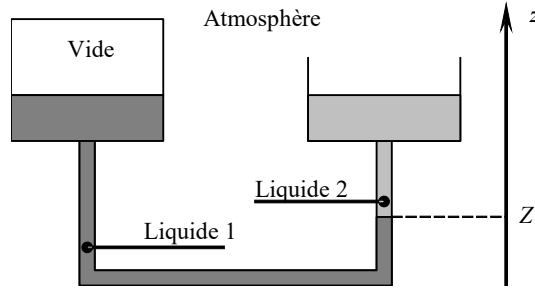

FIGURE 2 – Baromètre à deux liquides. Schéma de principe. N.B. : Z (majuscule) désigne l'altitude de l'interface, z (minuscule) désigne la coordonnée verticale.
- deux réservoirs sont reliés entre eux par un tube. Le réservoir de gauche (Figure 2) est fermé, le réservoir de droite est à l'air libre, donc à la pression atmosphérique ;